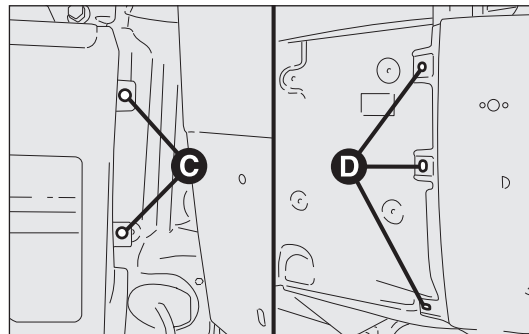

fig. 194
- Skruva ur de två fästskravarna C-fig. 194 på sidan för den bakre sidohängda dörren. Öppna dörren något för att komma ut skruvarna.
- Skruva ur de tre sidofästskravarna D på sidan. Ta bort sidolistan fig. 194 för att komma åt skruvarna. Listen tas bort på följande sätt: Skruva ur de tre nedre självgående skruvarna och lossa försiktigt fästclipsen så att de inte går sönder. Om en eller flera fästclips går sönder måste de bytas ut.